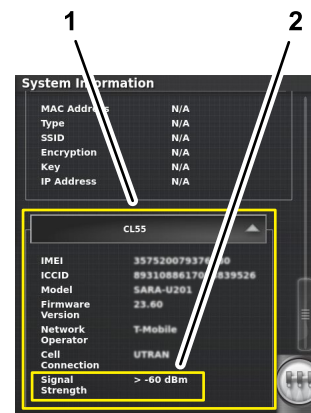

Bild 211
2. Verwenden Sie im Systeminformationsbildschirm die Bildlaufleiste, um zum Symbol CL55 zu navigieren (Bild 211).
3. Tippen Sie auf das Symbol CL55, um die Informationen zur Signalstärke anzuzeigen (Bild 211) und sicherzustellen, ob die Modem-Signalstärke zwischen -60 dBm und -99 dBm liegt.